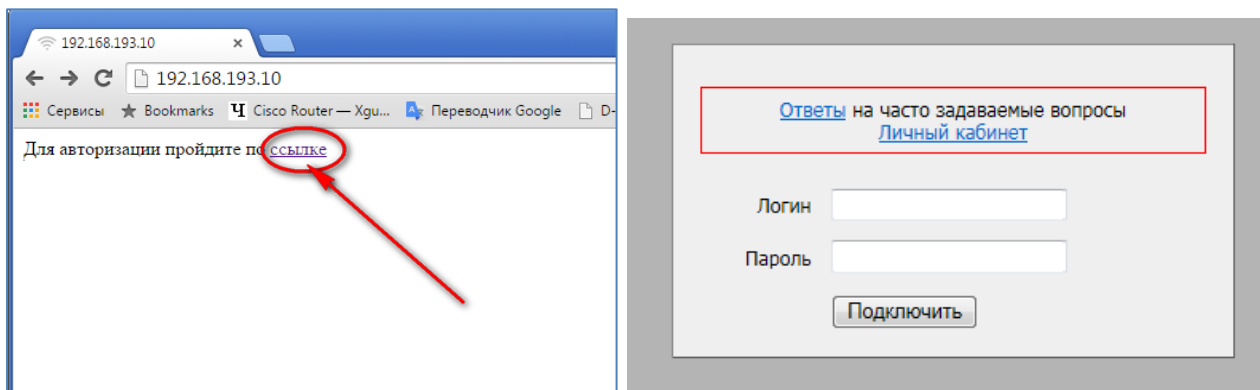

Рисунок 53. Страница авторизации
1. Откройте браузер. В строке адреса введите wifi.kras.ru (рисунок 53).